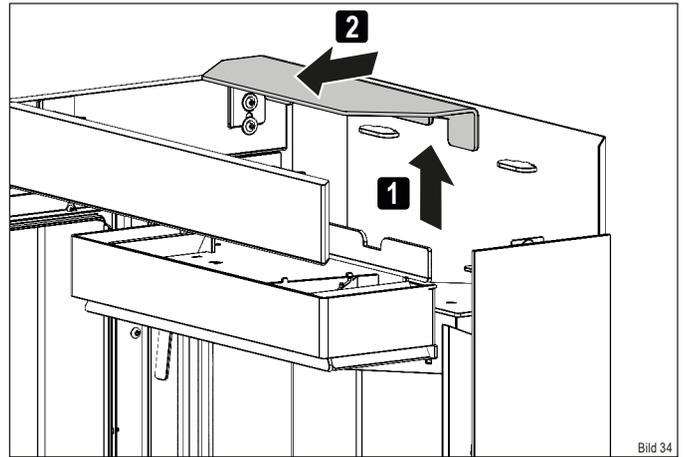

Bild 34
- ▶ Lösen sie das obere Umlenblech aus der Halterung (Bild 34)